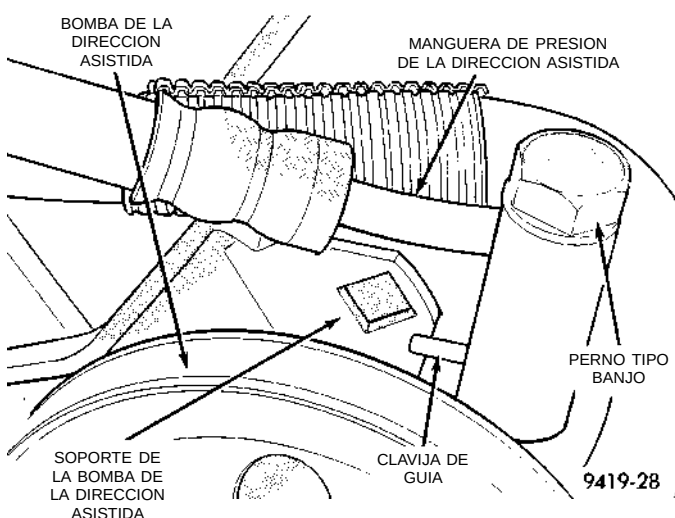
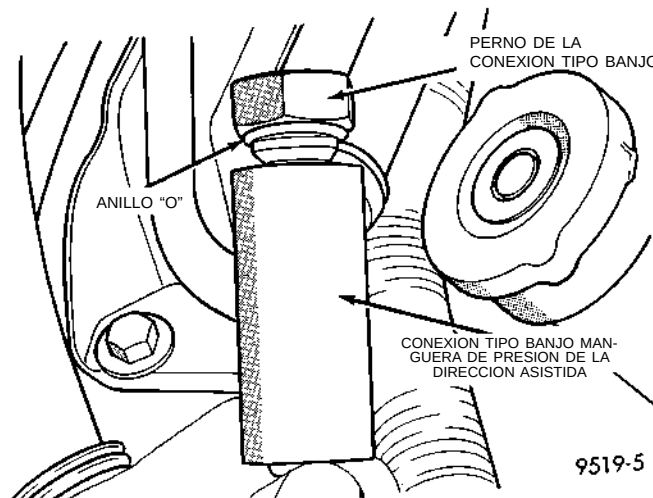

Fig. 21 Fijación de la manguera de la dirección asistida a la bomba de la dirección asistida
Fig. 29 Anillo "O" instalado en el perno de la conexión tipo Banjo
(1) Retire el cable negativo del borne negativo (-) de la batería.
(2) Retire el perno tipo Banjo y la conexión de la manguera de presión de líquido de la dirección asistida que se encuentran en la bomba de la dirección asistida (Fig. 21).
(9) Instale un anillo "O" nuevo (Fig. 29) en el perno de la conexión tipo Banjo de la manguera de presión de la dirección asistida.
(10) Lubrique ambos anillos "O" con líquido de dirección asistida nuevo y limpio.
(11) Instale el perno tipo Banjo en la conexión tipo Banjo de la manguera de presión de la dirección asistida.
(12) Conecte la manguera de presión de la dirección asistida en la conexión de salida de la bomba de la dirección asistida (Fig. 21).
(13) Emplace la clavija de guía en la conexión tipo Banjo de la manguera de presión de la dirección asistida de modo que se apoye contra el soporte de instalación de la bomba de la dirección asistida (Fig.